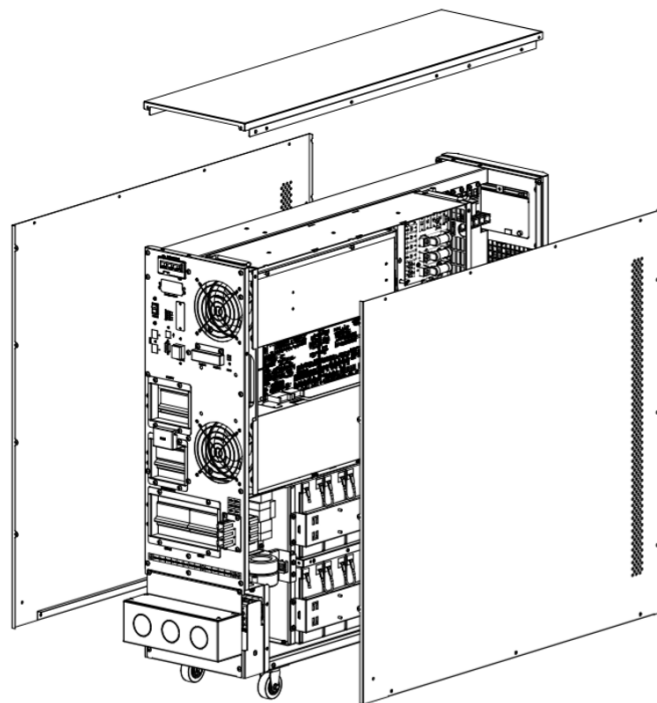

Figure 3-7 : Retirer les plaques du haut, de droite et de gauche.
2. Retirer les plaques du haut, de droite et de gauche (Figure 3-7).